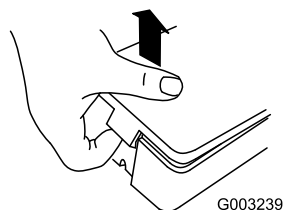

Figura 8
1. Sbloccate il coperchio della batteria da ambo i lati e toglietelo (Figura 8).